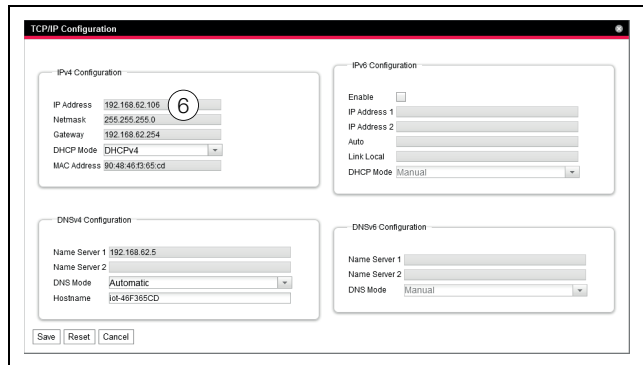

Abb. 12: Anpassen der TCP/IP-Einstellungen
- Ändern Sie im Fenster **TCP/IP Configuration** im Gruppenrahmen **IPv4 Configuration** die IP-Adresse des Geräts auf eine im Netzwerk erlaubte Adresse ab (Abb. 12, Pos. 6).